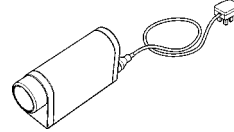

Fig. 13
4. Enchufe el cargador en la salida de la red de suministro (ver fig. 13). Se encenderá una luz ámbar para indicar que el cargador está recibiendo energía.